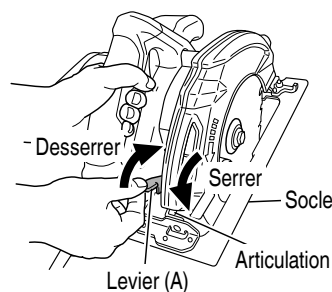
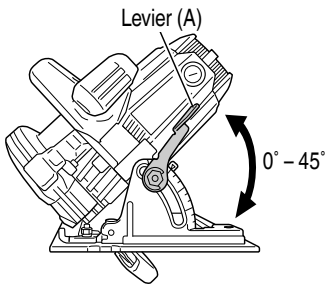

Fig. 7
Fig. 8
- Vérifier si les leviers (A) sont bien serrés.
Si le levier (A) de réglage de la profondeur de coupe (Fig. 7) et le levier (A) de réglage de l'angle de biseau (Fig. 8) sont desserrés, cela risque d'entraîner des blessures. Bien s'assurer qu'ils sont serrés à fond.
- Réglage de la profondeur de coupe (Fig. 7)
Comme indiqué sur la Fig. 8, en desserrant le levier (A) de l'échelle d'angle de biseau, il est possible d'incliner la lame de scie à un angle de 45° par rapport au socle.